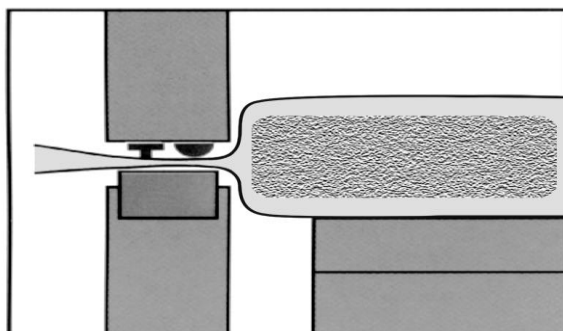

Рис. 2
- Пакет с продукцией укладывается в зону вакуумирования. Продукт в пакете должен как можно ближе прилегать к термосваривающей планке (Рис. 2) для улучшения внешнего вида и наиболее полного облегания продукта.